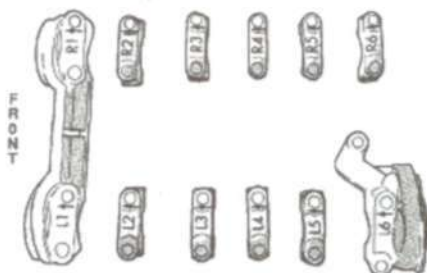

Рис. 17. Идентификация крышки подшипника распределительного вала
- (1) Снять крышку головки блока (см. п. 9-ДВИГАТЕЛЬ/ГОЛОВКА БЛОКА/КРЫШКА(И) ГОЛОВКИ БЛОКА-СНЯТИЕ)
- (2) Снять датчик положения распределительного вала и визирный магнит (см. п. 8-ЭЛЕКТРООБОРУДОВАНИЕ/УПРАВЛЕНИЕ ЗАЖИГАНИЕМ/ДАТЧИК ПОЛОЖЕНИЯ РАСПРЕДВАЛА-СНЯТИЕ)
- (3) Снять ремень привода ГРМ (см. п. 9 ДВИГАТЕЛЬ/ФАЗЫ ГАЗОРАСПРЕДЕЛЕНИЯ/РЕМЕНЬ ПРИВОДА ГРМ/ЦЕПЬ И ЗВЕЗДОЧКИ -СНЯТИЕ)
- (4) Снять звездочки распредвала и заднюю крышку ремня привода ГРМ (см. п.9 ДВИГАТЕЛЬ/ФАЗЫ ГАЗОРАСПРЕДЕЛЕНИЯ/РЕМЕНЬ ПРИВОДА ГРМ/КРЫШКА(И) ЦЕПИ-СНЯТИЕ)
- (5) Крышки подшипников идентифицируются по месту. Крышки наружных подшипников снимать первыми (Рис. 17).